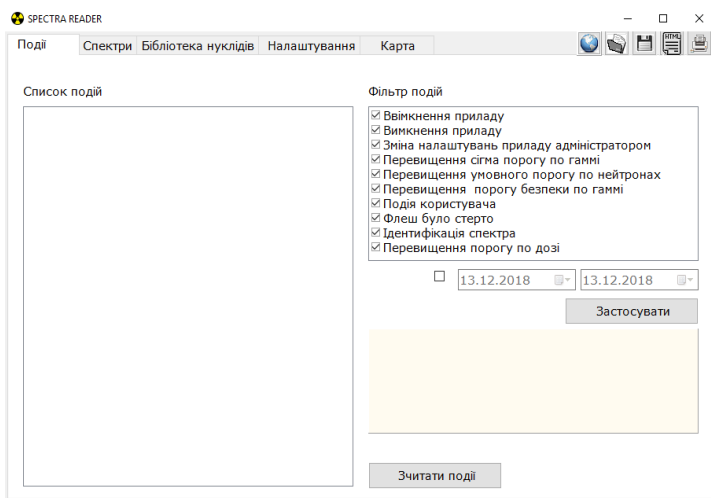

Рисунок 37 – Закладка **“Події”**
- **Список подій** – у цьому полі буде відображатись перелік подій, завантажених з приладу за останній сеанс зчитування (рис. 37);